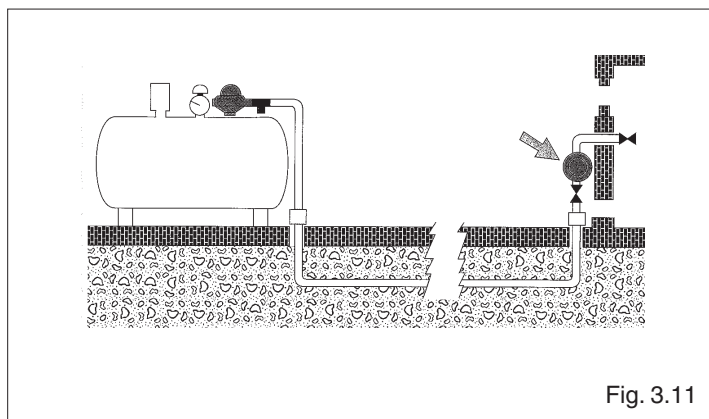

Fig. 3.11
- Agire sul regolatore di pressione dell'alimentazione GPL fino a leggere sul manometro i valori (fig. 3.11):